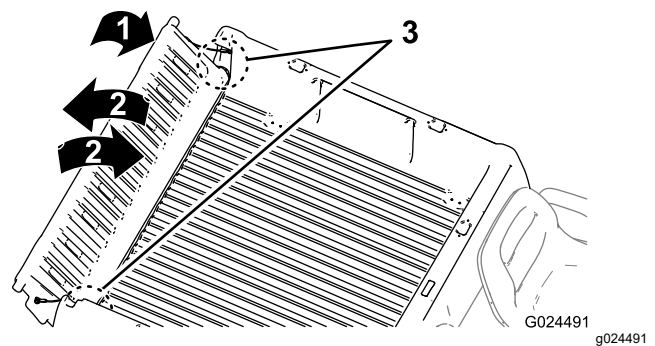

Bild 21
2. Drehen Sie die Heckklappe auf eine ungefähre Stellung von 45° (Bild 21).
3. Drehen Sie die Heckklappe mehrmals mit kurzen, schüttelnden Bewegungen (Bild 21).